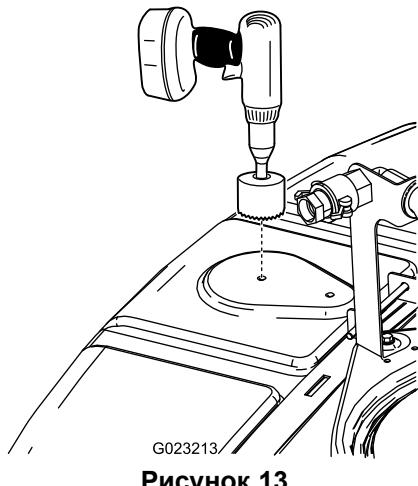

Рисунок 13
- Найдите переднее место в верхней части бака, как показано на Рисунок 13.
- Используйте цилиндрическую пилу диаметром 9 см, чтобы просверлить отверстие в отмеченном месте для сверления (Рисунок 13).